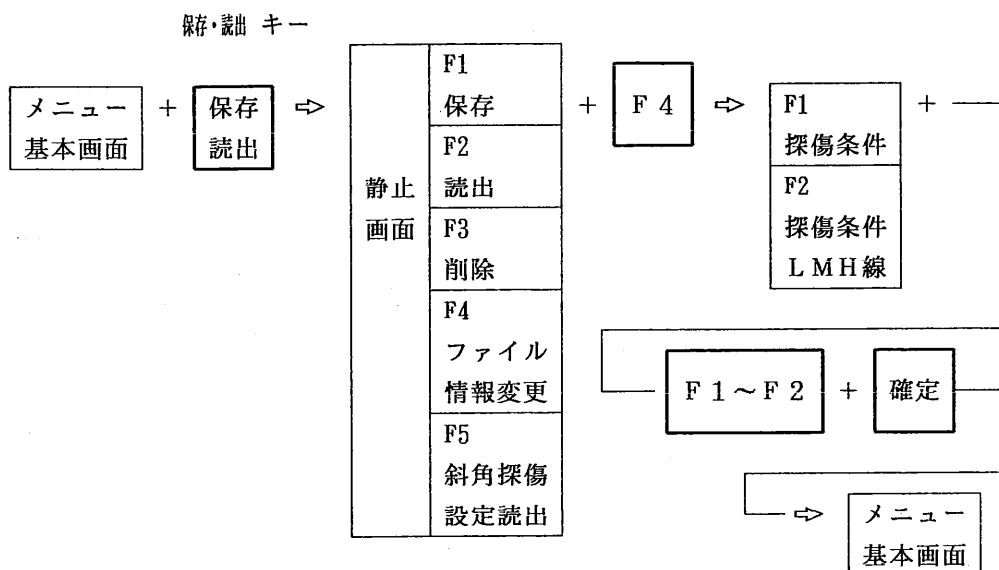

図 6.2.32-12 斜角探傷条件を読み出す方法
〔斜角探傷設定読出し手順〕（図 6.2.32.12参照）
- ① 機能キー〔保存・読出〕を1回押します。表示されている探傷画面が静止し、メニューエリアには図 6.2.32.12に示す選択メニューが表示されます。
- ② 選択キー〔F 5〕を押すと斜角探傷条件設定選択メニューが表示されます。
- ③ 探傷条件だけを読出したい場合は、選択キー〔F 1〕を、探傷条件とLMH線の両方を読出したい場合は、選択キー〔F 2〕を1回押します。